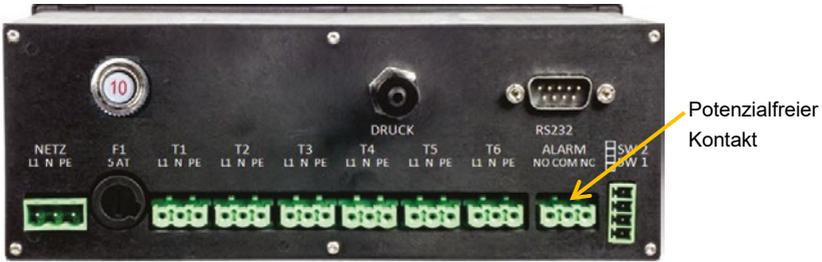
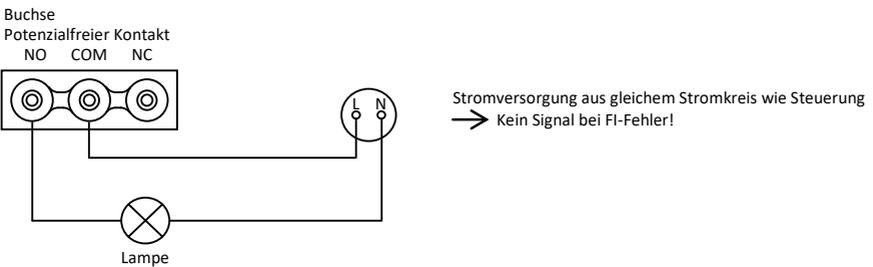
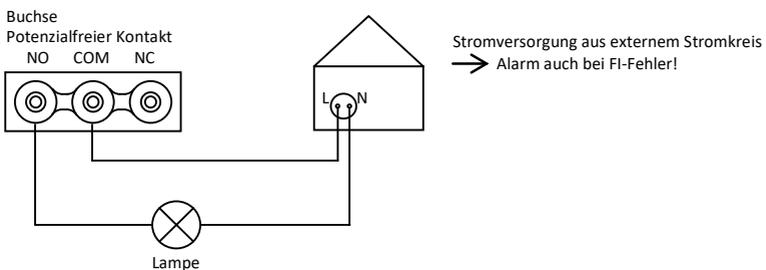

Abbildung 7: Potenzialfreier Kontakt
Abbildung 8: Potenzialfreier Kontakt mit Fehlermeldung
Abbildung 9: Potenzialfreier Kontakt mit Fehlermeldung bei Stromausfall
Soll im Falle einer Störung die Warnlampe/Blitzleuchte zur Fehleranzeige leuchten/blinken, ist der Anschluss über den linken (NO) und mittleren PIN (COM) zu wählen (siehe Abbildung 7, Abbildung 8 und Abbildung 9).
Um das zusätzliche Warnsignal auch bei einem Stromausfall in der Steuerung zu erhalten, muss die Warnlampe/Blitzleuchte an einen externen Stromkreis angeschlossen werden (vgl. Abbildung 9).